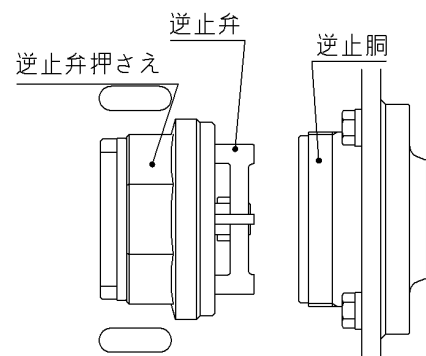

図6
- ① 工具で逆止弁押さえを外してください。逆止弁押さえを外すと逆止弁も外れます(図6)